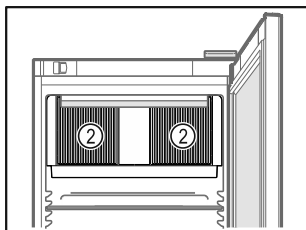

Fig. 57
- Udržiavajte voľné vetracie štrbiny Fig. 57 (2) cirkulačného ventilátora vo vnútornom priestore.